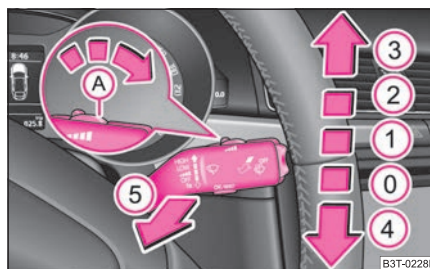

Abb. 58 Scheibenwischer-
Der Scheibenwischerhebel ⇒ Abb. 58 hat folgende Stellungen:
- Ist das langsame **2** oder schnelle **3** Wischen eingeschaltet ⇒ Seite 66, Abb. 58 und die Geschwindigkeit des Fahrzeugs sinkt unter 4 km/h, wird automatisch in eine niedrigere Wischstufe geschaltet. Bei der Geschwindigkeitserhöhung über 8 km/h wird das vorherige Wischen wieder hergestellt.
Zum Reinigen der Scheinwerfer kommt es nach dem ersten und nach jedem fünften Bespritzen der Frontscheibe, wenn das Ablend- oder Fernlicht eingeschaltet ist und der Scheibenwischerhebel ca. 1 Sekunde in der Position **5** ⇒ Seite 66, Abb. 58 gehalten wurde.
- Drücken Sie danach innerhalb von 10 Sekunden den Scheibenwischerhebel in die Position **4** ⇒ Seite 66, Abb. 58 - die Wischerarme fahren in die Servicestellung.